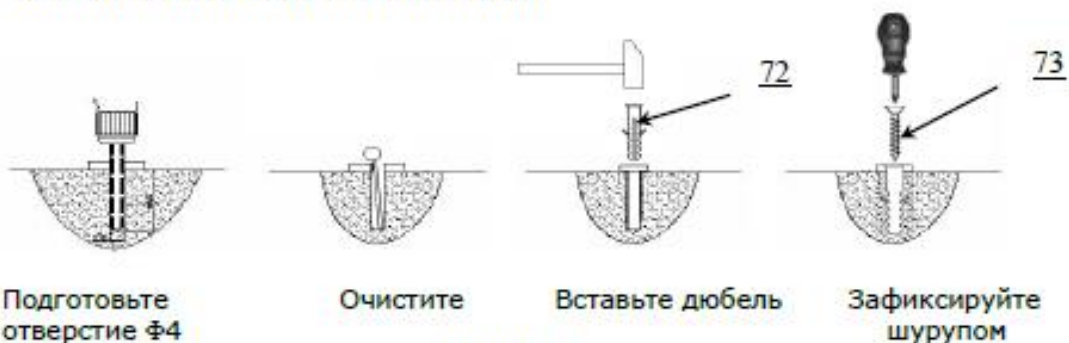

Рис. 36
2. Зафиксируйте кожух(См. Рис. 36).